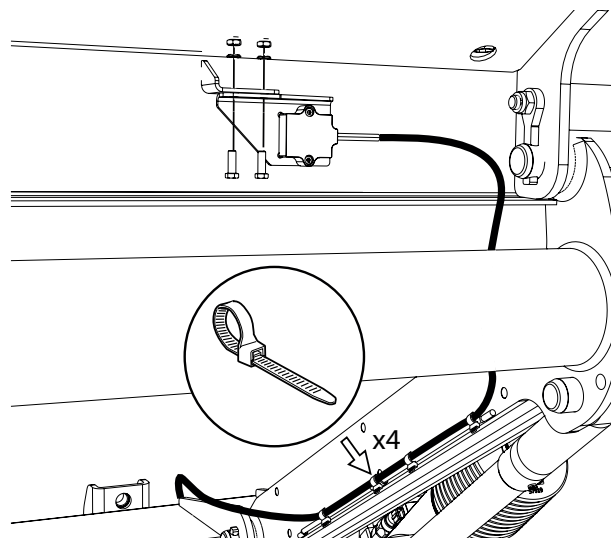

Abb.55. Einbau des Neigungsmessgeräts
1. Den Neigungsmesser mit den dazugehörigen Schrauben, Muttern und Einschüben an der Plattform anbringen und das Kabel mit Kabelband befestigen, siehe Abb.55.